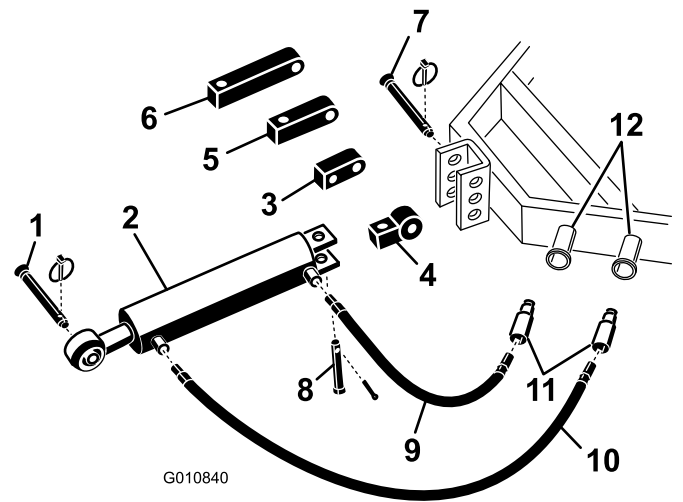

Bild 5
1. Befestigen Sie das Verbindungslenkerende des hydraulischen Oberlenkers mit den Stiften (wurden mit dem Traktor ausgeliefert) am Traktor (Bild 5). Drehen Sie den hydraulischen Oberlenker so, dass das Stangenende zum Aerifizierer zeigt. Die Zylinderanschlüsse sollten zur Hilfsstromhydraulik am Traktor zeigen.
Hinweis: Wenn Sie den hydraulischen Zylinder so positionieren müssen, dass die Anschlüsse nach oben zeigen, ändern Sie die Zylinderposition mit einem Drehblock statt des standardmäßigen Befestigungsblocks (Bild 5).
- A. Entfernen Sie den Splint und Stift, mit denen der Standardverbindungslenker am Zylinder befestigt ist (Bild 5). Nehmen Sie den Verbindungslenker vom Zylinder ab.
- B. Montieren Sie den Drehblock mit den vorher entfernten Stiften am Zylinder (Bild 5).
2. Schließen Sie den 107 cm langen Hydraulikschlauch an den Anschluss am hydraulischen Oberlenker an, der dem Aerifizierer am nächsten ist Bild 5. Wickeln Sie Teflonband um das Schlauchgewinde oder tragen Sie Gewindedichtmittel auf, um undichte Stellen zu vermeiden.
3. Schließen Sie den 76 cm langen Hydraulikschlauch an den Anschluss am hydraulischen Oberlenker an, der dem Traktor am nächsten ist Bild 5. Wickeln Sie Teflonband um das Schlauchgewinde oder tragen Sie Gewindedichtmittel auf, um undichte Stellen zu vermeiden.
Wenn der hydraulische Zylinder die Befestigungshalterung am Aerifizierer nicht berührt, verwenden Sie statt des normalen Befestigungsblocks einen Verlängerungsblock, um den Zylinder am Traktor zu befestigen (Bild 5).
- Entfernen Sie den Splint und Stift, mit denen der Standardverbindungslenker am Zylinder befestigt ist (Bild 5). Nehmen Sie den Verbindungslenker vom Zylinder ab.
- Montieren Sie den Verlängerungsblock mit der gewünschten Länge mit den vorher entfernten Stiften am Zylinder (Bild 5).